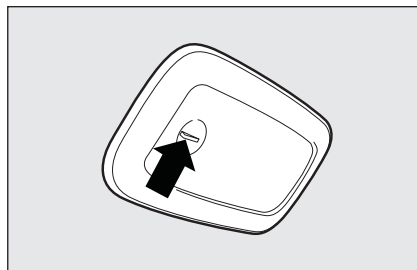

fig. 56
**REAR CEILING LIGHT****Versions without sunroof fig. 56**